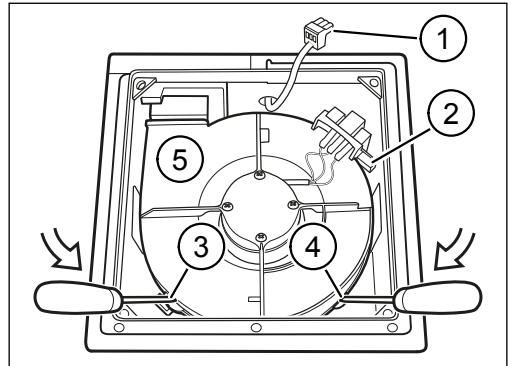

Abb. 31: Lüftermotor ausbauen
- ▶ Ziehen Sie den 3-poligen Stecker (Pos. 1 in Abb. 31) des Netzkabels von der Motorplatine (Pos. 2 in Abb. 31) ab.
- ▶ Drücken Sie Nase 3 (Pos. 3 in Abb. 31) und Nase 4 (Pos. 4 in Abb. 31) mit einem Schlitzschraubendreher leicht aus den Verankerungen.
- ▶ Heben Sie den Lüftermotor (Pos. 5 in Abb. 31) nach vorne ab.